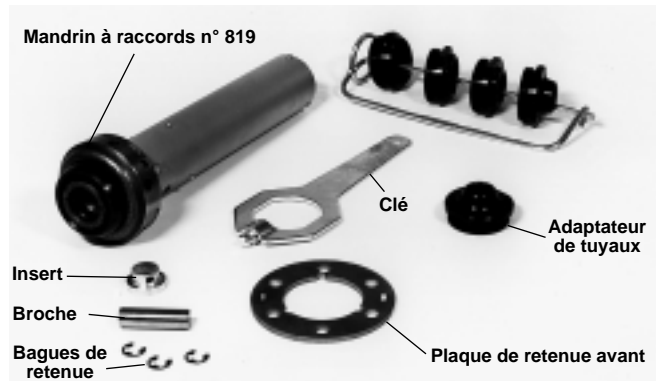

Figure 15 – Ensemble 819/839
1. Cette machine utilise le mandrin à raccords n° 819 avec adaptateur fileté. Son montage nécessite l'ensemble adaptateur n° 839 (Figure 15).